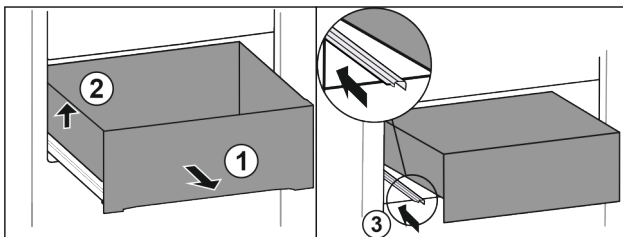

Fig. 106
- ▶ 将抽屉拉出至止挡。 Fig. 106 (1)
- ▶ 抬起抽屉左侧。 Fig. 106 (2)
- ▶ 推入左侧轨道。 Fig. 106 (3)